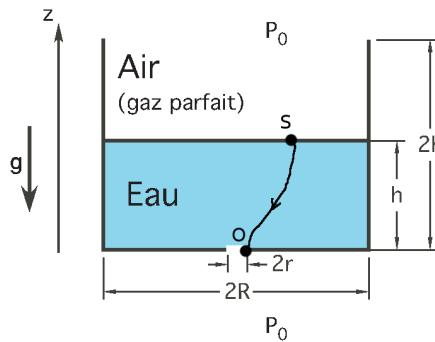

Figure 2 : application du théorème de Bernoulli entre S et O.
- Pour connaître le débit de l'eau à la sortie du réservoir lorsque la surface de l'eau est à l'altitude $z(t)$ par rapport au fond, on applique le théorème de Bernoulli entre le point S de la surface libre et l'ouverture O (voir figure 2) :